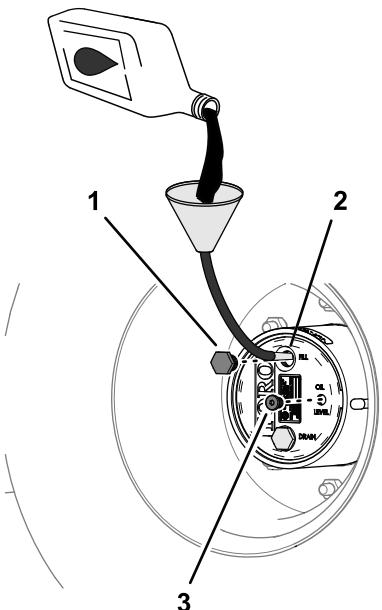

Figure 85
4. Si le niveau d'huile est trop bas, enlevez le bouchon de remplissage et ajoutez l'huile spécifiée jusqu'à ce qu'elle ressorte par le trou du bouchon de contrôle (Figure 85) ; voir Spécifications de l'huile du train planétaire \(page 70\).
6. Remettez en place les bouchons de remplissage et de contrôle (Figure 85).
1. Versez lentement l'huile pour engrenages spécifiée par l'orifice du bouchon de remplissage ; voir Figure 85 sous Contrôle du niveau d'huile du train planétaire \(page 70\).
3. Remettez en place les bouchons de remplissage et de contrôle ; voir Figure 85 sous Contrôle du niveau d'huile du train planétaire \(page 70\).